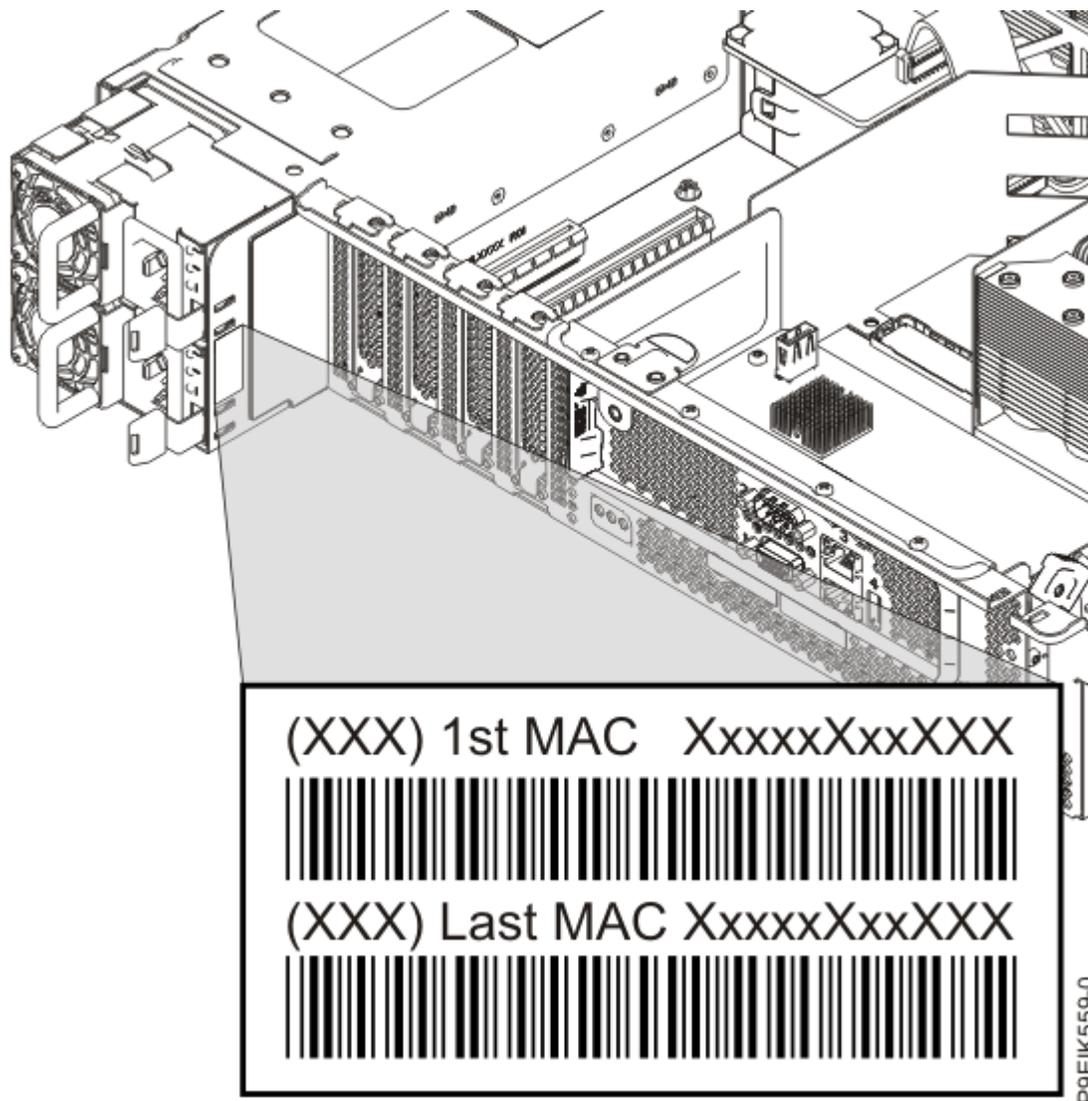

Figure 4. Apposition de la nouvelle étiquette d'adresse MAC
8. Appelez la nouvelle étiquette d'adresse MAC par dessus l'ancienne étiquette sur le boîtier des blocs d'alimentation du châssis, comme illustré dans la Figure 4, à la page 7.